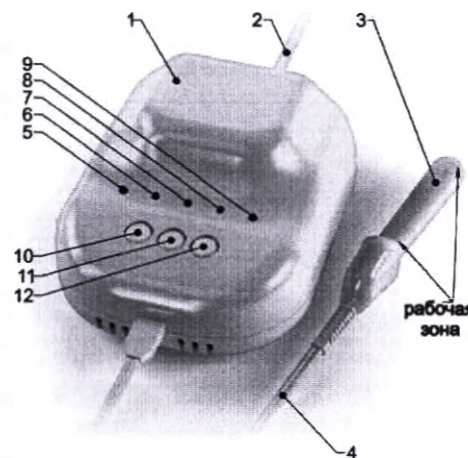

Рис.1
Устройство (рис.1) состоит из источника питания (1), сетевого шнура (2) и зонда термомагнитного (3), с кабелем пациента (4).
9. Ввести зонд в прямую кишку на глубину рабочей зоны (рис. 1).